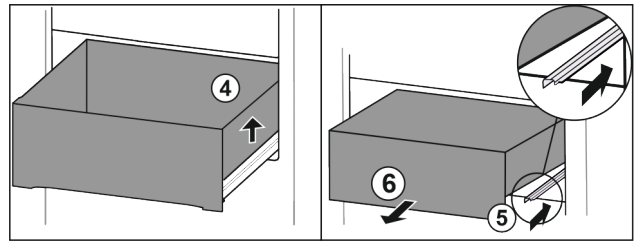

Fig. 83
- ▶ Soulever le tiroir sur la droite. Fig. 83 (4)
- ▶ Rentrer le rail de droite. Fig. 83 (5)
- ▶ Retirer le tiroir par l'avant. Fig. 83 (6)